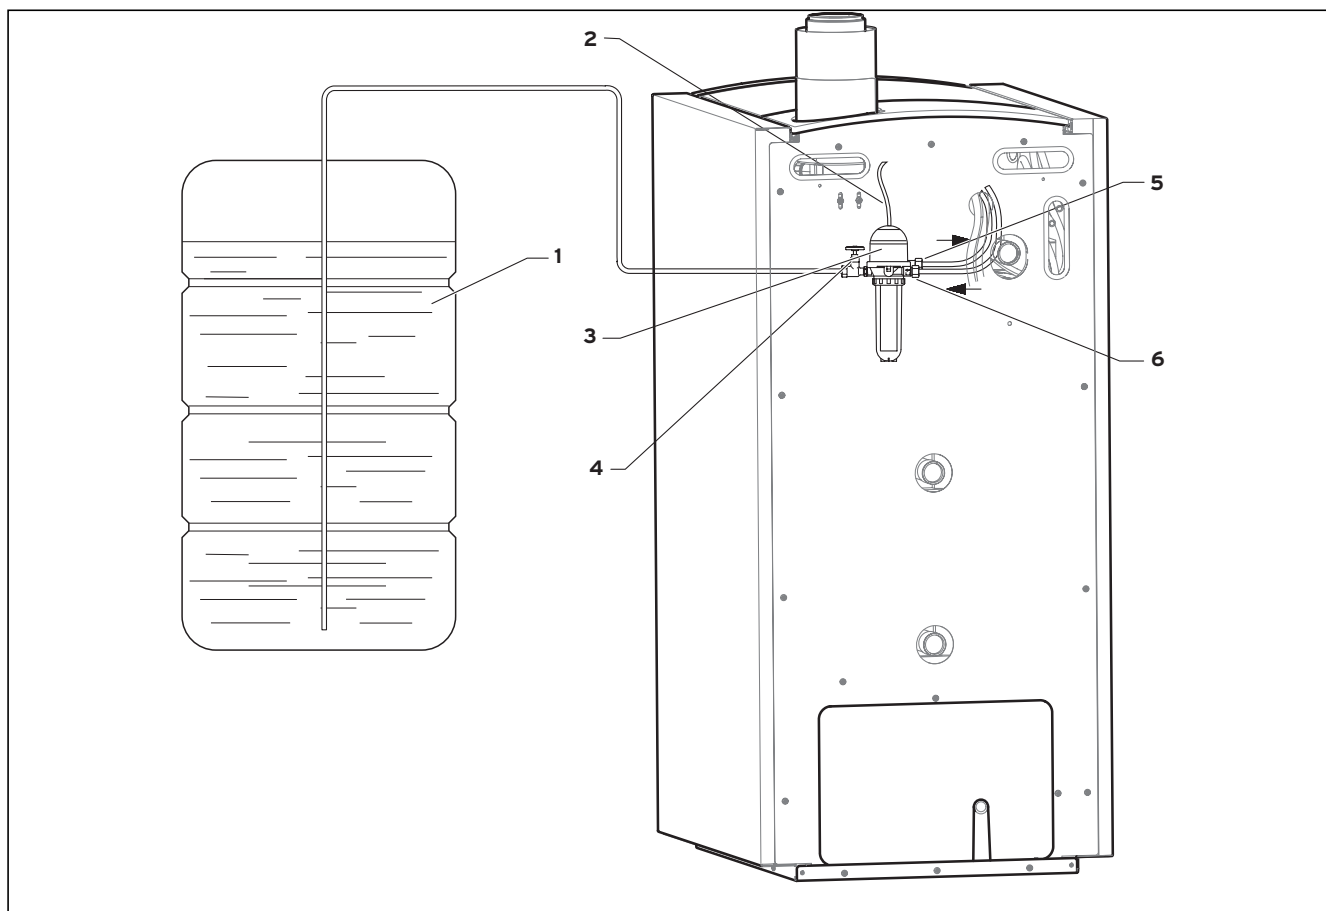
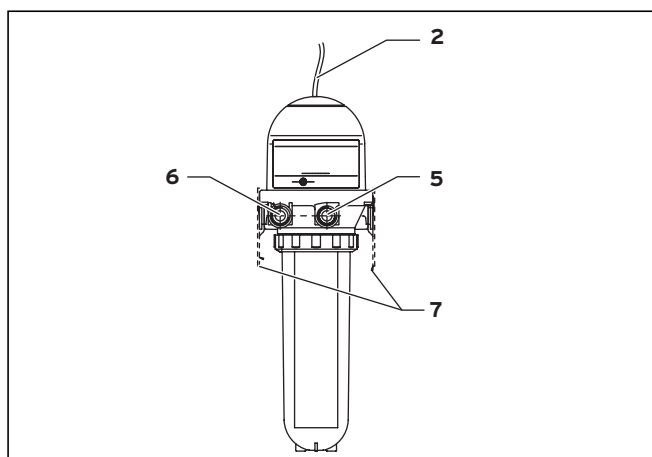

Fig. 4.1 Eksempel på montering fyringsolieudluffer
Fig. 4.2 Fyringsolieudluffer
Billedtekst til Fig. 4.1 og Fig. 4.2
- Tilslut olieledninger fra olietanken (1) (se Fig. 4.1) og brænderen til fyringsolieudlufteren (3).
Byt ikke om på olieledninger på fremløb- (5) og returløbt tilslutningen (6) (se Fig. 4.1), før de monteres, da dette kan føre til skader på fyringsolieudlufteren og brænderpumpen. Fremløb og returløb er mærket med pile på brænder, slanger og fyringsolieudlufter.
- Anbring afgasningsledningen (2) (se Fig. 4.1) på tilslutningsnippelen.
- Før afgasningsledningen ind i icoVIT som vist i Fig. 4.1.